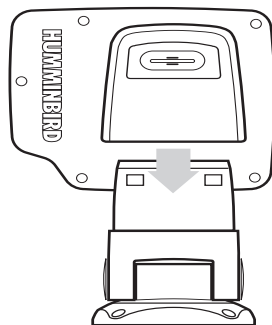

Рис.29: Нажать кнопку для снятия эхолота
5. Установить экранный блок эхолота в пазах турели до полной посадки блока на муфту разъемов. Для снятия экранного блока с турели достаточно просто нажать кнопку на его задней стенке и поднять его вверх (рис.29).